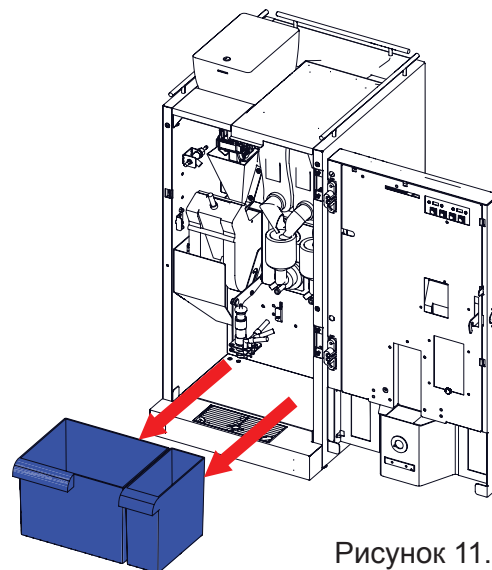

Рисунок 11.2
11.2.1.3 Контейнеры для отходов (см.рис.11.2)
4. Произведите разборку, очистку и сборку капучинатора (см.рис.11.2):
- одновременно поверните и вытяните часть (1)
- затем одновременно поверните и вытяните часть (2)